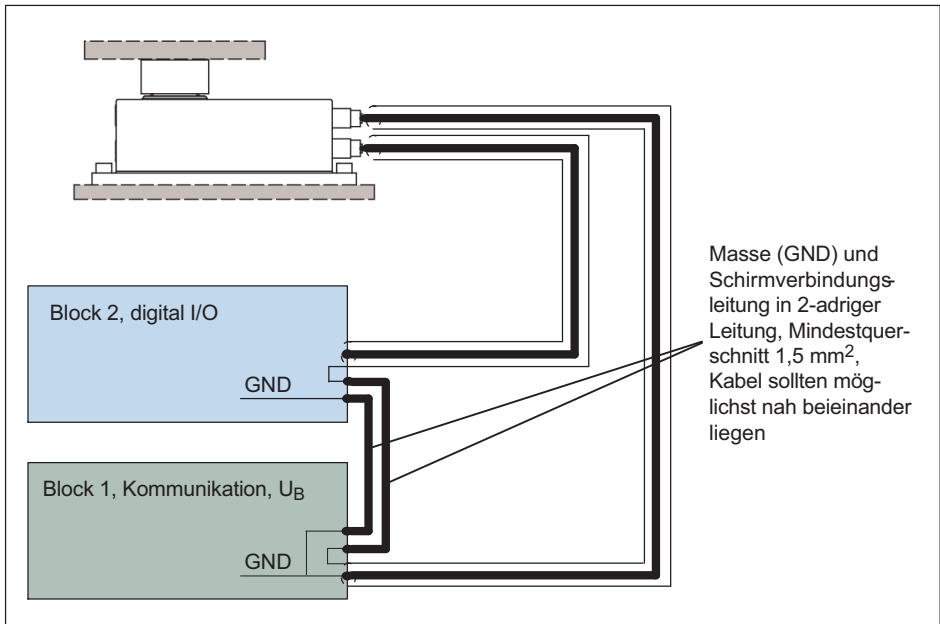

Abb. 7.2 Verbindung der GND-Potenziale bei getrennten Funktionsblöcken
1. Die Funktionsblöcke, d. h. der digitale Teil für die Schaltausgänge und der Teil für die Versorgung mit der Betriebsspannung und die Schnittstelle, sind räumlich getrennt angeordnet (Abb. 7.2).
querschnitt von $1,5 \text{ mm}^2$ verbunden sind. Dafür sind sowohl mehrpolige als auch einzelne Leitungen geeignet. Einzelne Leitungen dürfen jedoch nicht auf unterschiedlichen Wegen geführt werden, sondern müssen dicht beieinander liegen und gleich lang sein. Die Gesamtlänge eines Leiters darf nicht größer als 10 m sein (Abb. 7.2).